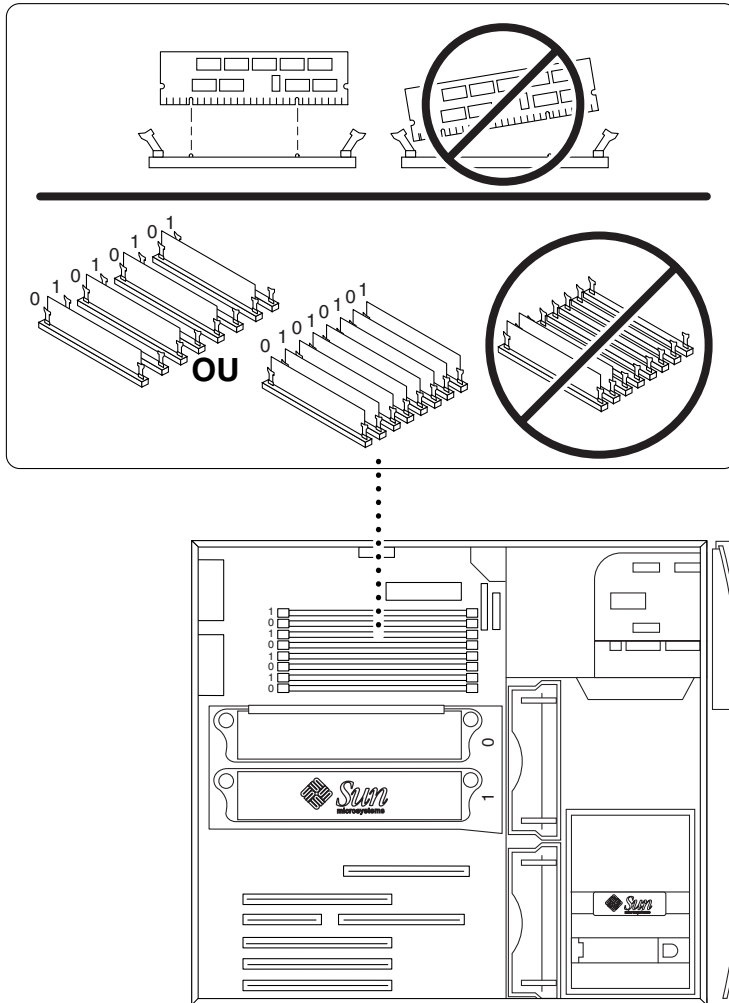

FIGURE 15 Installation de modules DIMM supplémentaires
3. Installez quatre modules DIMM dans les connecteurs DIMM libres de la carte mère de la manière suivante (reportez-vous à la FIGURE 15) :